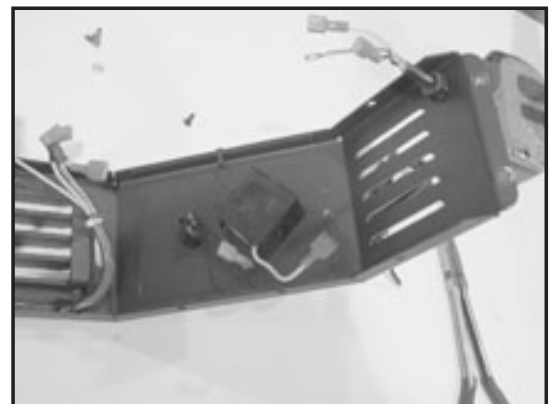

Figure 42.2
3. Débranchez tous les fils du cordon de l'interrupteur, reostat et de puissance. **Figure 42.2.**